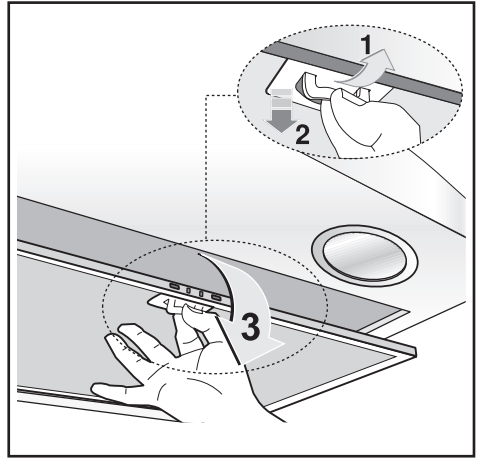

Fig.7
- Минимальное расстояние между верхней точкой поверхности кухонной плиты и нижней частью вытяжки должно быть не менее 65 см. Если применяется соединительная труба из двух и более частей, то верхняя часть должна присоединяться снаружи к нижней части. Нельзя подсоединять вытяжку к дымоходу, который используется для других целей, а также к каналам, используемым для вентиляции помещений, в которых установлены печи, камины, горелки и другое отопительное оборудование, работающее от газа, жидкого и твердого топлива. Перед тем как приступить к сборке устройства, для облегчения его монтажа отсоедините циркуляционный фильтр(ы) (рис.7).